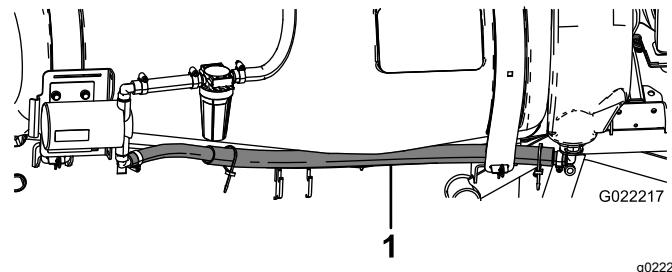

Figura 11
1. Fate passare il flessibile del serbatoio di lavaggio tra la fascia di fissaggio del serbatoio anteriore e il lato del serbatoio (Figura 11).
| 3. Con una fascetta stringitubo fissate l'estremità del flessibile al raccordo portagomma inferiore sulla pompa di lavaggio (Figura 11). | |